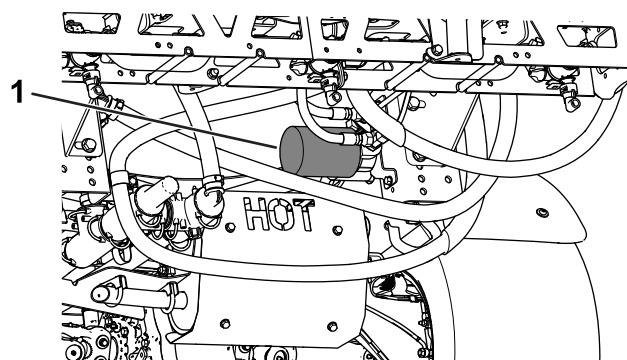

Figure 54
4. Retirez le filtre (Figure 54).